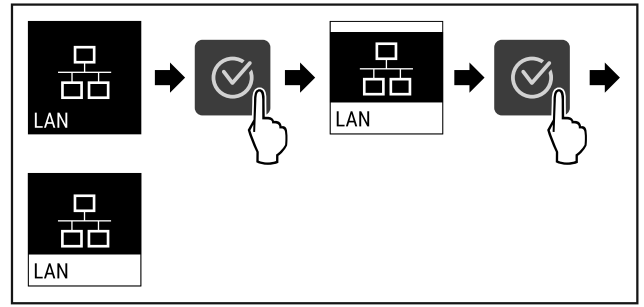

Fig. 91
- ▶ Εκτελέστε τα βήματα ενεργειών (βλέπε Fig. 91) .